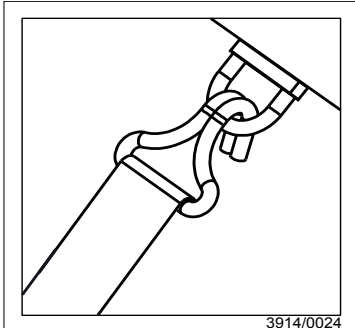

Fig. 60
- Point d'accrochage pour le transport sur une remorque/un transporteur (Fig.60)